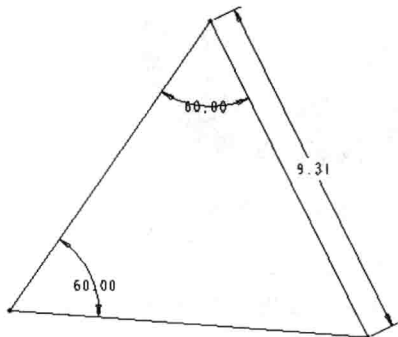

图 1-11 尺寸驱动 2
(3) 使用同样的方法, 将 57.60° 修改到 60.00° , 则获得一个正三角形, 如图 1-11 所示。